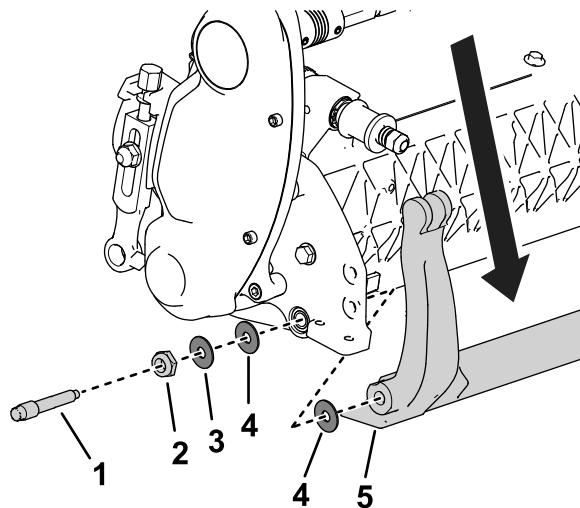

Figura 20
3. Pe fiecare latură a mașinii, slăbiți contrapiulița indicată în Figura 20.
4. Îndepărtați fiecare șurub pentru bara de cadru, permițând tragerea în jos și îndepărtarea acestuia de pe unitatea de tăiere (Figura 20).
Asigurați-vă că la fiecare capăt al barei de cadru există 2 șaibe din nailon și 1 șaibă din oțel (Figura 20).
3. Amplașați o șaibă din nailon pe fiecare parte a butucului plăcii laterale. Amplașați o șaibă din oțel în afara fiecărei șaibe din nailon (Figura 20).